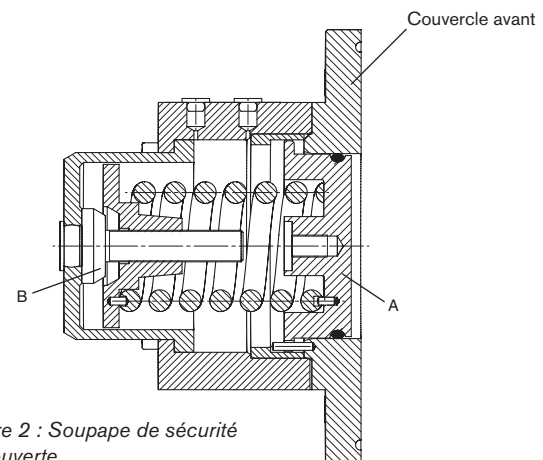

Figure 2 : Soupape de sécurité entrouverte
La figure 2 montre la soupape entrouverte. La pression du liquide à l'intérieur du corps de pompe a poussé la tête de la soupape (A) vers la gauche, contre la force du ressort.